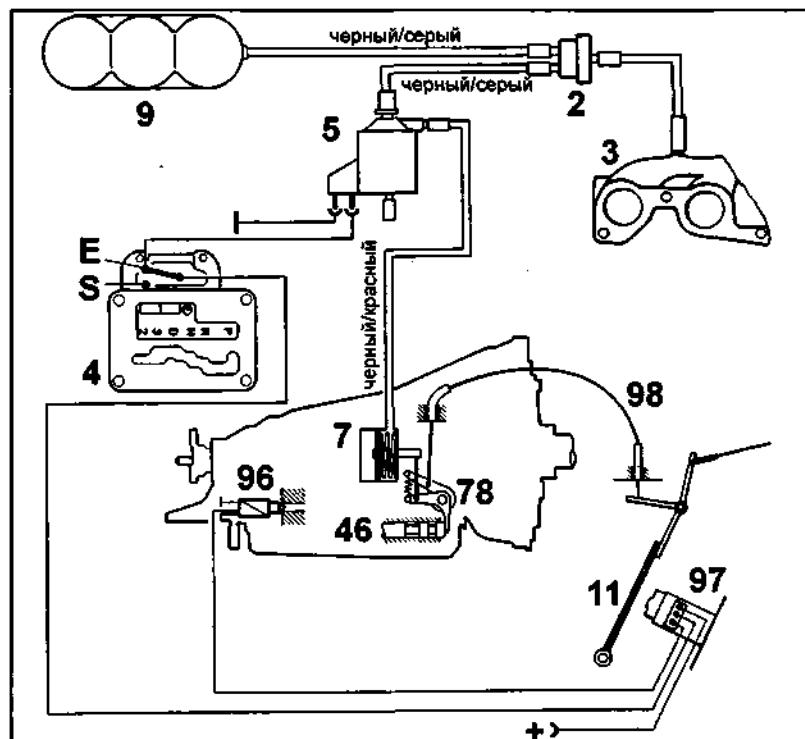

Рис. 12.
Вакуумная камера (7) соединена через электрический переключающий клапан (5) с впускным коллектором (3) и вакуумным ресивером (9) (рис. 12). Переключающий клапан (5) управляет программным переключателем (4). Шток вакуумной камеры соединен с двухплечим рычагом (78). При этом ход плунжера клапана-дросселя (46) ограничен, и при дальнейшем нажатии на педаль управления дроссельной заслонкой пружина двухплечего рычага (78) растягивается.